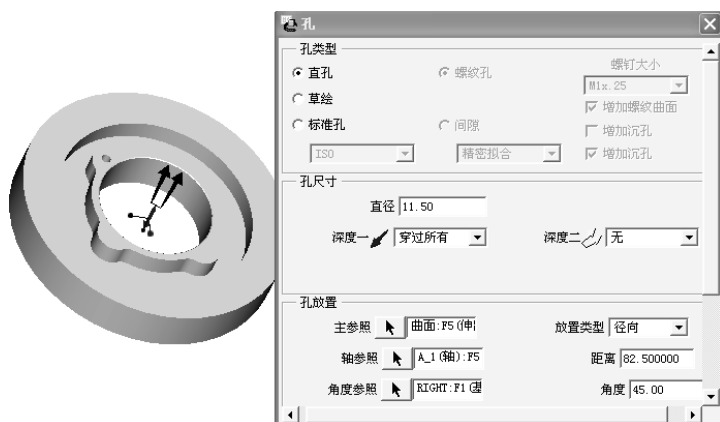

图 17 $\phi 11.5$ 的孔特性
(1) 选择【特性】-【创立】-【孔】选项，打开【孔】对话框。
- (2) 在对话框的【孔类型】选项组中选【直孔】。
- (3) 输入孔的直径值 11.5mm。
- (4) 在对话框的【孔尺寸】选项组的【深度一】下拉列表中选择相应的选项。
- (5) 在【孔放置】选项的【主参照】中选择相应的孔放置平面。
- (6) 在【放置类型】下拉列表中选择【径向】选项。
- (7) 在【轴参照】里选择轴 A_1，距离为 82.5mm。
- (8) 在【角度参照】里选择 RIGHT 面，角度为 45°。
- (9) 预览如图 17 所示。